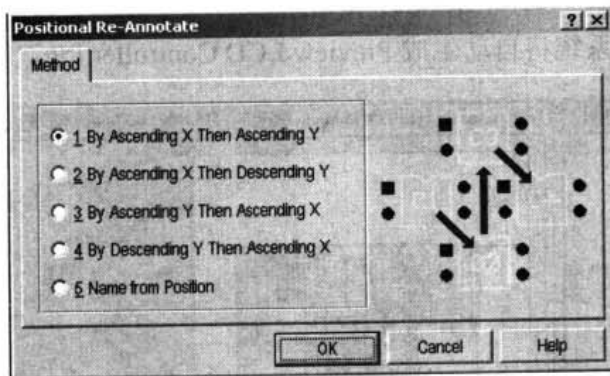

图 16-1 Positional Re-Annotate (元件重编号) 设置对话框
- (1) 运行 Protel 99 SE，打开 PCB 板。
- (2) 执行 Tools|Re-Annotate 命令，系统即弹出如图 16-1 所示的 Positional Re-Annotate (元件重编号) 设置对话框。
- (3) 在图 16-1 中设置后，单击 OK 按钮进行确认，系统自动对元件进行重新编号和重标注。同时，自动产生一个\*.WAS 的文件。其文件的内容如下：